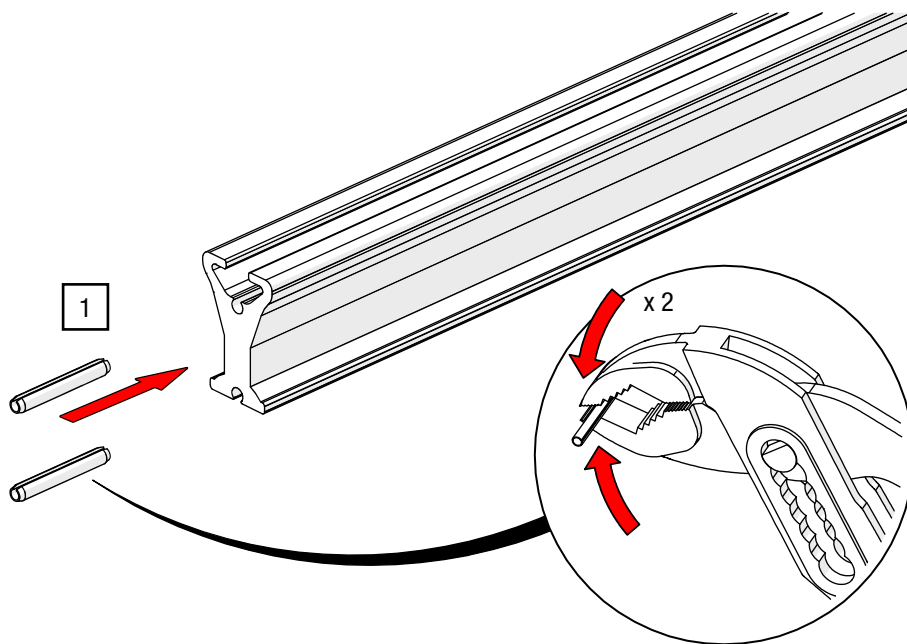

Abb. 25: Schienenverbinder – Verbindungstift in Schienenteil einfügen
1. Drücken Sie auf beiden Seiten die Verbindungsstifte leicht konisch mit einer Rohrzange zusammen und stecken Sie diese in die vorgesehenen Zentrierlöcher (siehe Abb. 25).